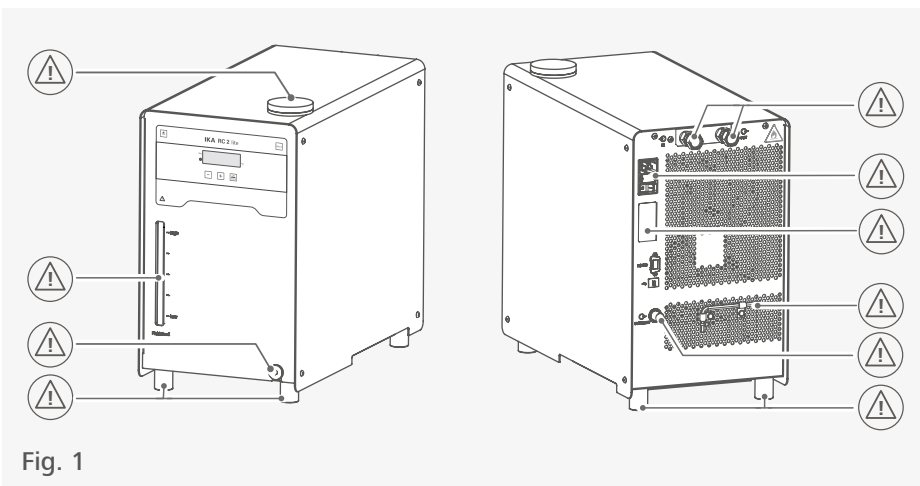

Fig. 1
- > Обращайте внимание на отмеченные на Fig. 1.